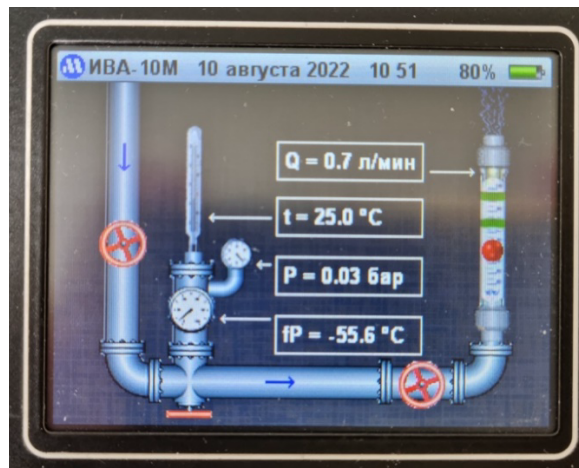

Рисунок 42 – Пневматическая схема на экране гигрометра ИВА-10М.
- 7) Убедитесь в наличии расхода через гигрометр (он не сможет достичь зеленой зоны – это нормально). При наличии индикации сотых бар на пневматической схеме давление в измерительной камере должно составлять 0,03 бар (Рисунок 42).